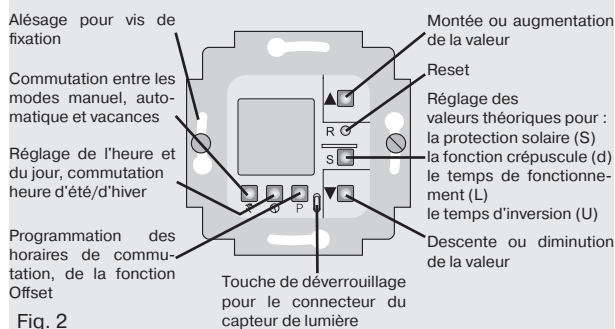

Fig. 2
- Fixez l'horloge sur les alésages du boîtier encastré avec les deux vis fournies (Fig. 2).
Si, après une panne de courant (5 heures) ou lors de la première installation, aucun texte ne s'affiche à l'écran dans un délai de 10 secondes, appuyez sur la touche « Reset » représentée sur la Fig. 2. Les chiffres 12:00 clignotent alors à l'écran.